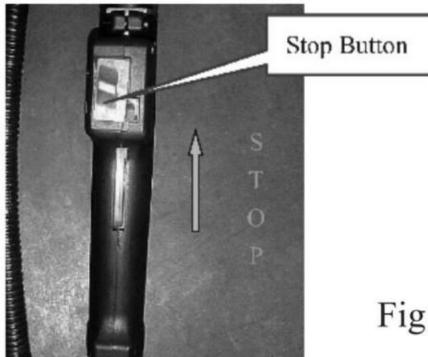

Fig 5
7.2 Ziehen Sie den Stoppknopf in die Position „Flammenabschaltung“. Siehe die Position des Stoppknopfs. Schaltfläche in Abb. 5.